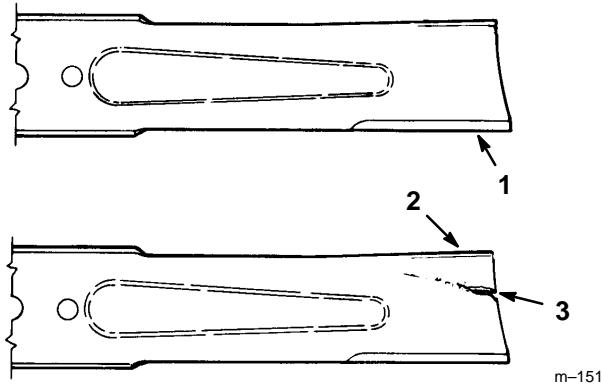

Figure 32
2. Inspecter les arêtes de coupe (Fig. 32). Si elles ne sont pas tranchantes ou si elles présentent des traces de coups, déposer les lames et les aiguiser, voir Aiguisage des lames, page 36.
3. Inspecter les lames, surtout à l'endroit de l'incurvation (Fig. 32). Si une lame semble endommagée ou usée ou s'il s'y forme une entaille (Fig. 32), la remplacer immédiatement.